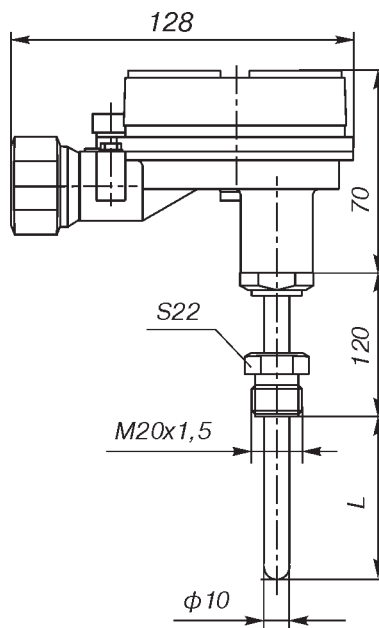

Рис.7\*.
- алюминиевый сплав      АК12 (рис.7).
**07** по рис.7